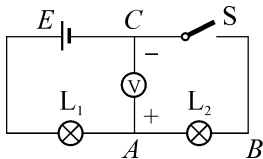

图 2-3-8 直流电位的测量
(2) 测量电位:测量图 2-3-8 电路中 A 点的电位时,合上开关 S 。先确定零电位参考点(如电源接地点 C 点),然后将电压表的“+”接线端与 A 点相接,电压表的“-”接线端与参考点 C 点相接,如果正偏说明 A 点的电位为正值,如果指针反偏说明 A 点的电位为负值,将两个接线柱对调再进行测量。